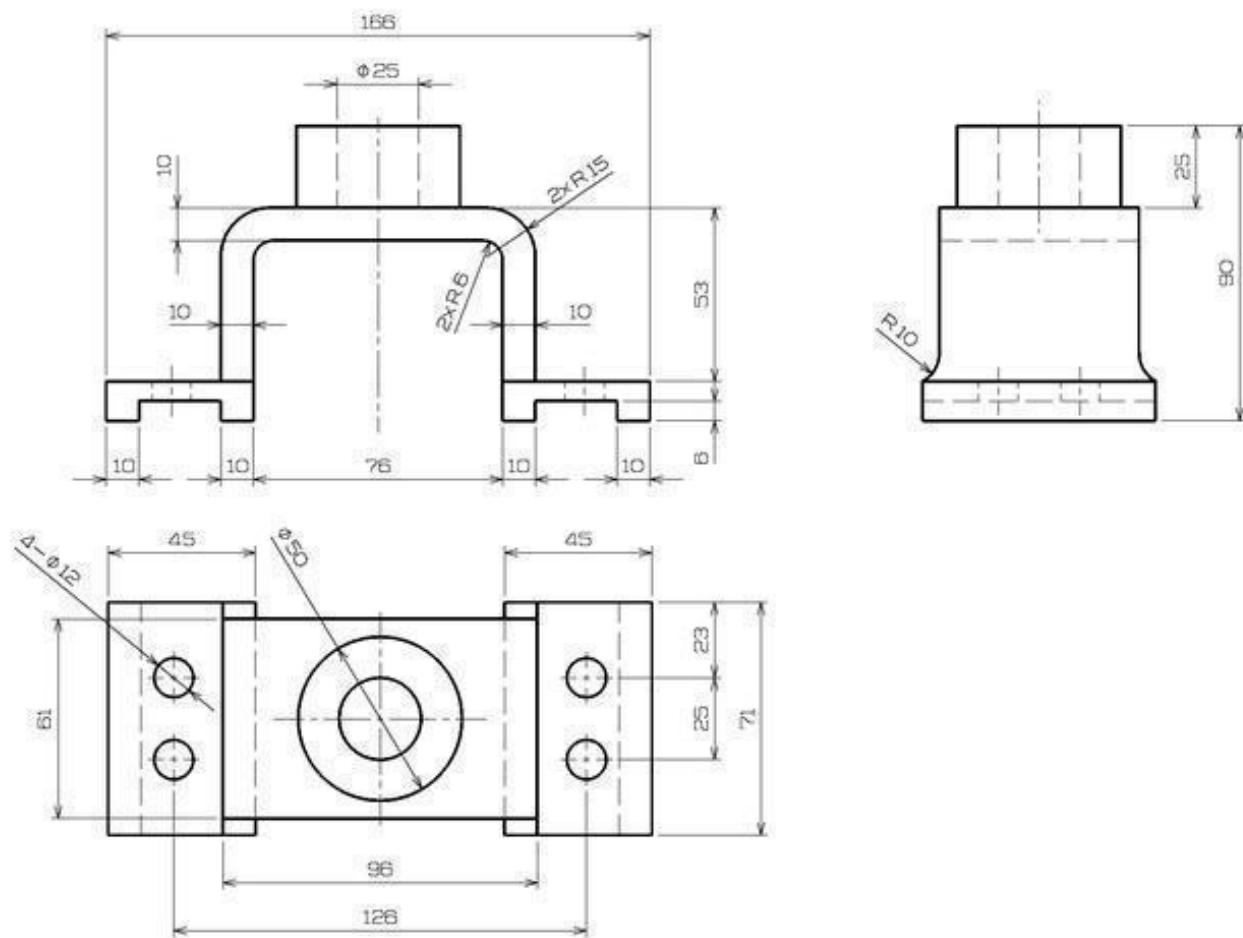

Рис. 1.6 Чертеж ортогональных проекций
- **чертеж ортогональных проекций**, в котором элементы и размеры объекта являются результатом одного или нескольких представлений, полученных посредством перпендикулярного проецирования на плоскости проекций (рисунок 1.6);